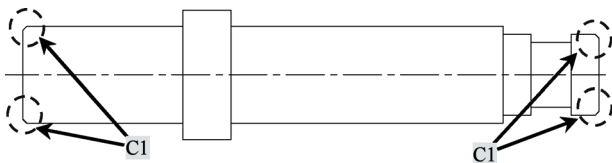

图 2-16 倒角
5) 执行“倒斜角”命令 (cha), 对图中指定位置倒斜角 C1, 如图 2-16所示。